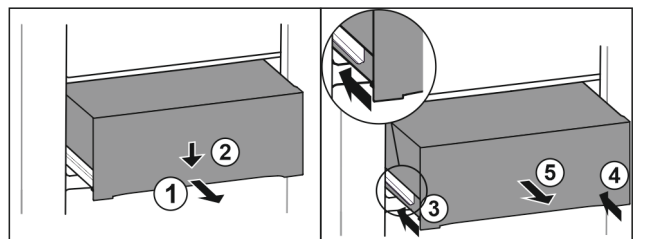

Fig. 133
- ▶ Витягніть ящик на половину. Fig. 133 (1)
- ▶ Спрямуйте висувний ящик вниз спереду. Fig. 133 (2)
- ▶ Вставте ліву рейку приблизно на 2 см. Fig. 133 (3)
- ▶ Вставте праву рейку приблизно на 2 см. Fig. 133 (4)
- ▶ Вийняти висувний ящик рухом вперед. Fig. 133 (5)